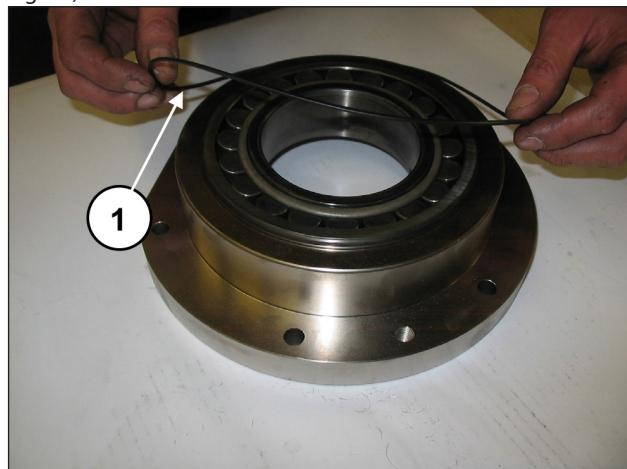

Fig. 71
Aplique o O-ring no exterior da cobertura do mancal (pos. ①, Fig. 71).